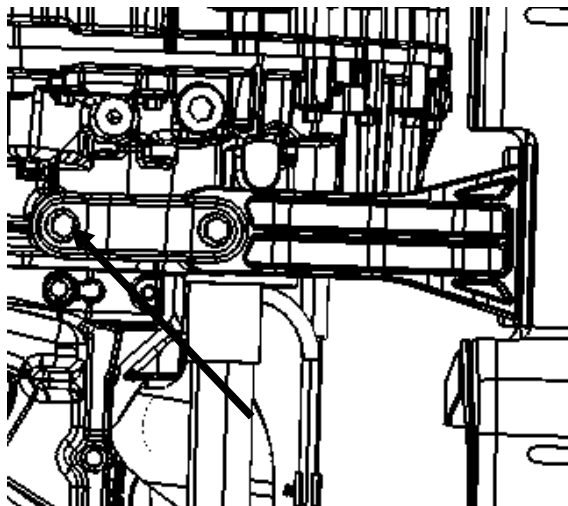

图 1
2.1.1 拆下动力总成后悬置支架与变速箱之间相连接的 1 个螺栓（如下图 1 所示）。
2.2.3 将动力总成后悬置支架用螺栓连接到变速箱箱体上，打紧力矩，如图 1 所示。
2.3.3 将动力总成后悬置支架与变速箱箱体连接螺栓打紧力矩 55 N.m（如图 1 所示）